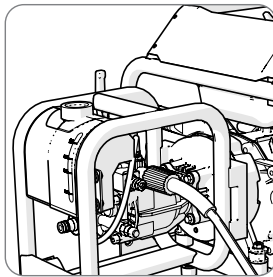

Abb. 3
- Stecken Sie den Schlauch in den entsprechenden Stutzen. **(Abb. 3)**